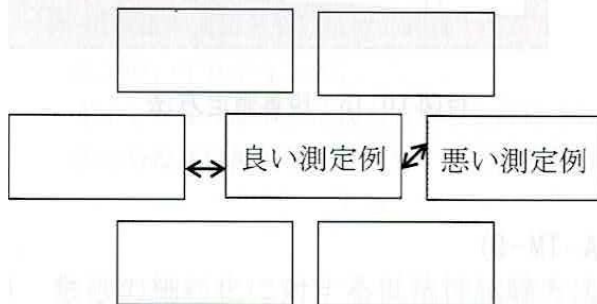

図1 目地幅の測定方法
(2) 測定方法
- ① 測定位置は、横断プロフィール測線上とするのが一般的です。
- ② 目地部にゴミや泥等が詰まっていた場合には、これらをきれいに取り除きます。
- ③ 目地ラインに対して垂直に目地幅を測定します(図1)。